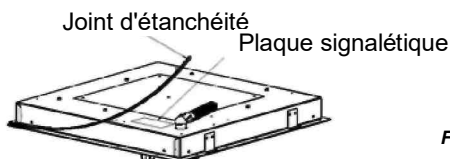

Fig. 5
- b. Retournez la plaque de cuisson et positionnez correctement le joint sous le bord de la plaque de cuisson de façon à ce que le côté extérieur du joint s'aligne avec le bord périphérique extérieur de la plaque de cuisson (voir **fig. 5**). Les extrémités des bandes doivent s'emboîter sans se chevaucher.